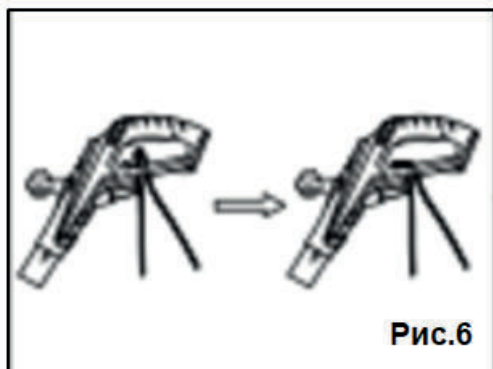

Рис.6
- Подключите триммер к электрической сети. Вставьте вилку триммера в розетку удлинителя (не входит в комплектацию) и закрепите его на ручке (Рис.6).